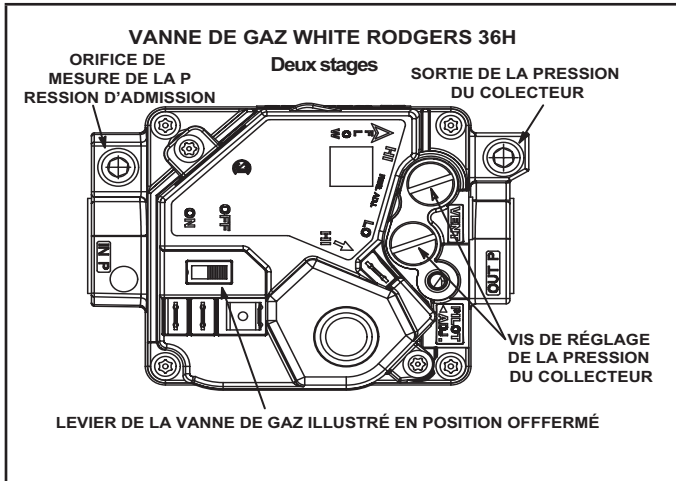
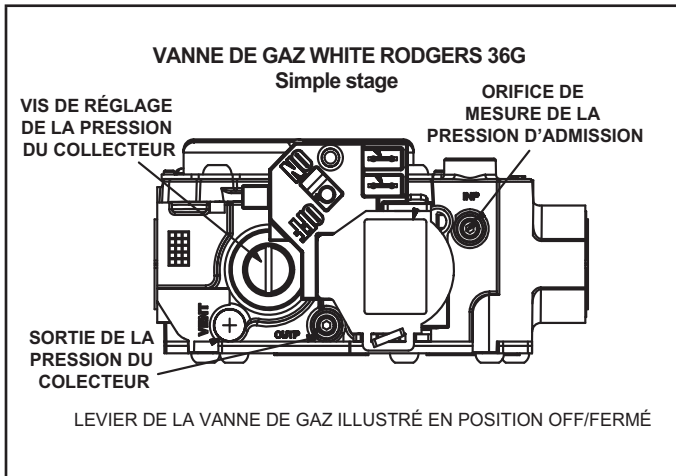

FIGURE 13
FIGURE 14
## FONCTIONNEMENT DES VANNES WHITE RODGERS 36H (FIGURE 13) ET WHITE RODGERS SÉRIE 36G (FIGURE 14)
Sur la vanne White Rodgers 36G (Figure 14), un orifice d'entrée situé sur la vanne de gaz permet de mesurer la pression d'alimentation. Ouvrir l'orifice d'entrée en desserrant la vis à tête hex de 3/32 po d'un tour. Connecter un tube entre l'orifice d'entrée et l'appareil de mesure pour mesurer la pression d'alimentation.
Sur la vanne White Rodgers 36H (Figure 13), la pression d'alimentation peut être mesurée en retirant la vis à tête hex de 1/8 po. Retirer la vis à tête hex de 1/8 po et installer un raccord ébarbé. Connecter un tube entre le raccord ébarbé et l'appareil de mesure pour mesurer la pression d'alimentation.
Avec les vannes White Rodgers 36G (Figure 14), resserrer la vis à tête hex de 3/32 po d'un tour.
Avec les vannes White Rodgers 36H (Figure 13), retirer le raccord ébarbé et remettre la vis à tête hex de 1/8 po.
Pour mesurer la pression du collecteur avec une vanne White Rodgers 36G (Figure 14), desserrer la vis à tête hex de 3/32 po d'un tour, connecter un tube de 5/16 po et connecter le côté « + » de l'appareil de mesure.
Pour mesurer la pression du collecteur avec une vanne White Rodgers 36H (Figure 13), retirer la vis à tête hex de 1/8 po, installer un raccord ébarbé de 1/8 po et installer un tube entre le raccord ébarbé et le côté « + » de l'appareil de mesure.
- 4 - au besoin, faire les ajustements nécessaires. Les Figures 13 et 14 indiquent l'emplacement des vis de réglage.
Avec les vannes White Rodgers 36H (Figure 13), retirer le raccord ébarbé de 1/8 po et remettre la vis à tête hex de 1/8 po.